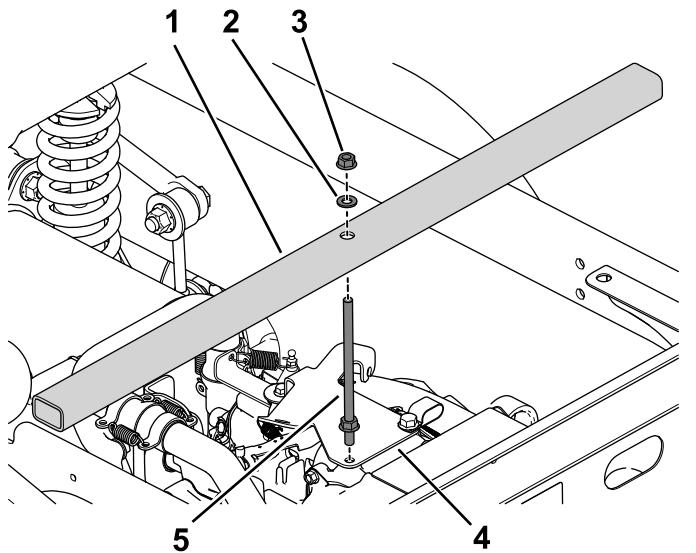

Рисунок 13
- Выверните фланцевый болт на кронштейне дроссельной заслонки (Рисунок 13).
- Используйте две фланцевые гайки, шайбу и резьбовой шток, чтобы установить опорную траверсу на двигатель (Рисунок 13).